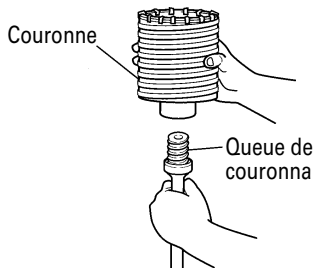

Fig. 11
(1) Monter la couronne sur la queue de couronne. (Fig. 11)